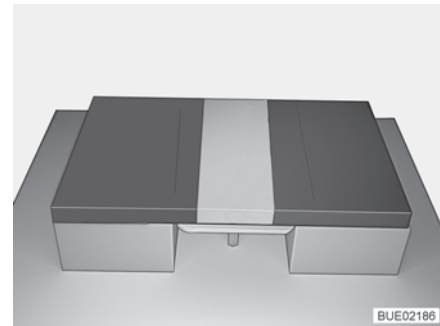

Fig. 105 Después de la transformación
- Colocar un cojín del respaldo entre los cojines de asiento sobre la mesa (véase Fig. 105).